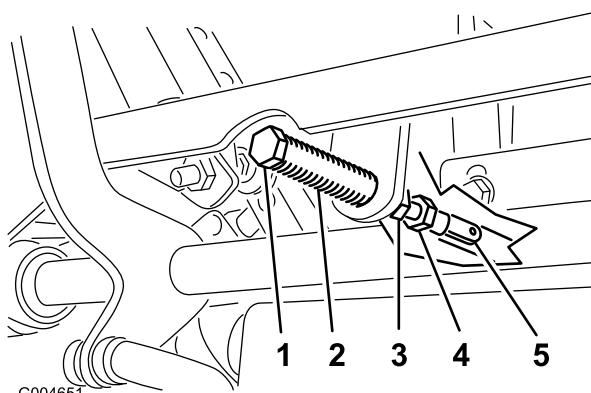

Figure 49
5. Tirez-le ensuite en arrière jusqu'à ce que l'axe de chape (situé sur un bras au-dessus de l'axe de pivot) touche l'extrémité de l'encoche (c.-à-d. commence juste à appuyer sur le ressort), comme montré à la Figure 49.
7. Si un réglage s'impose, desserrez l'écrou et l'écrou de blocage vissés contre la chape (Figure 49).
8. Appliquez une légère pression à l'arrière du levier, et tournez la tête du boulon de réglage dans le sens voulu pour centrer le levier à la position de VERROUILLAGE AU POINT MORT (Figure 49).
9. Serrez l'écrou et l'écrou de blocage (Figure 49).
10. Serrez les écrous de blocage contre les rotules (Figure 49).